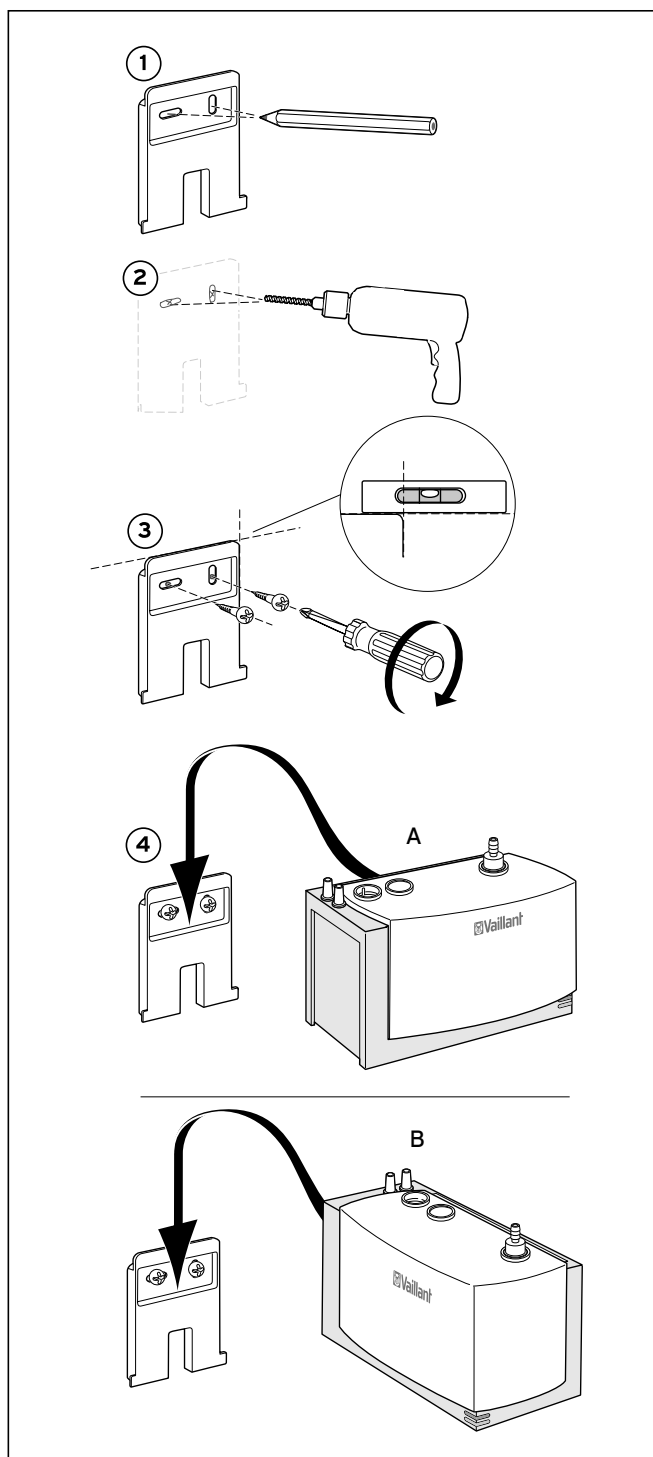

Fig. 4.2 Montaggio del supporto a muro
- Montare il supporto a parete come da fig. 4.2 nel punto previsto al di sotto dello scarico della condensa dell'apparecchio di riscaldamento. Il supporto a muro deve essere montato orizzontalmente. Impiegare una livella ad acqua.